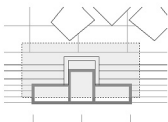

图 5.76 选择复制对象
② 在选择对象：提示下，选择如图 5.76 所示的图形作为复制的对象。